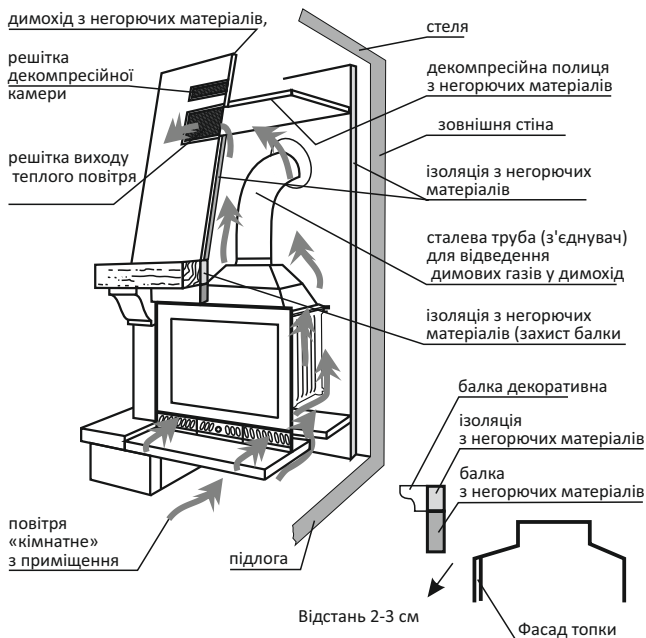

Рис. 2. Приклад способу установки камінної топки.
- забезпечити відстань 2-3 см між верхньою частиною фасаду та елементами камінного корпусу (рис. 2),